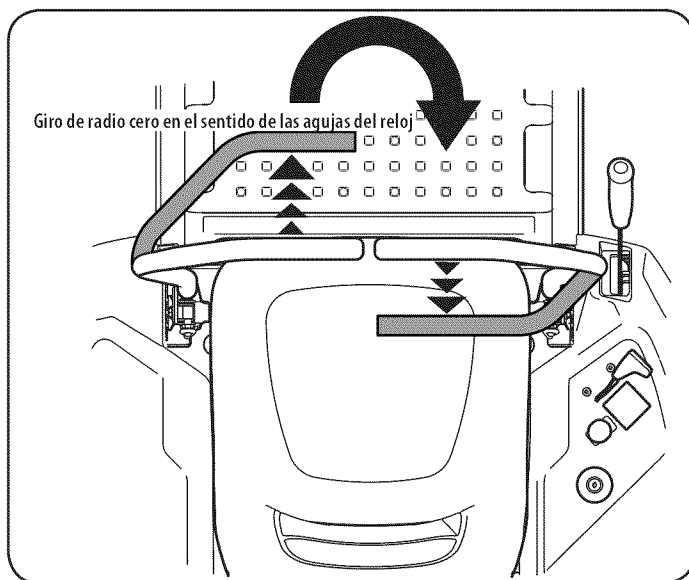

Figura 19
2. Para girar en el sentido de las agujas del reloj, mueva la palanca de control del lado izquierdo hacia adelante mientras mueve simultáneamente la palanca de control derecha hacia atrás. Vea la Figura 19.